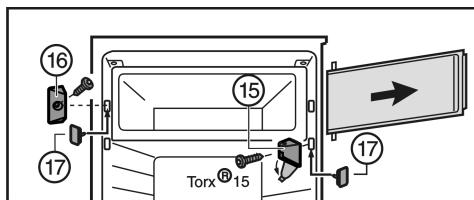

Fig. 6
- Yatak mesnedindeki Fig. 6 (15) kapağı açın.
- Yatak mesnedini Fig. 6 (15) raf kapısıyla birlikte sükün.
- Kapatma parçasını Fig. 6 (16) sükün.
- Boşalan delikleri birlikte verilen tapalarla Fig. 6 (17) kapatın.